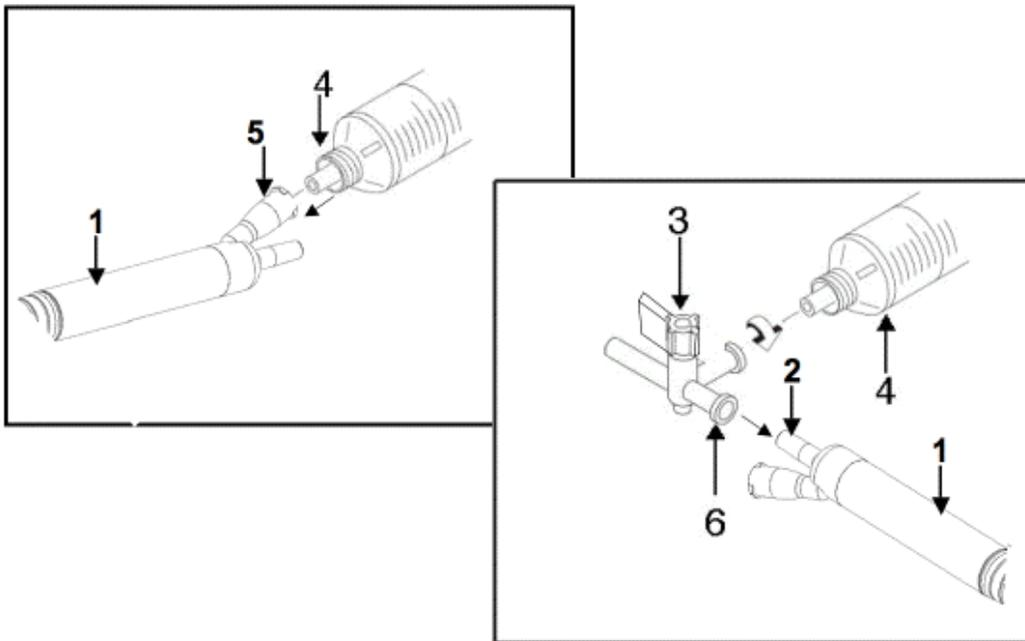

Figura 5.3. Configuración de la limpieza del mango de irrigación y aspiración.
- C. Conecte el extremo de la jeringa al conector de irrigación del mango (consulte Figura 5.3).